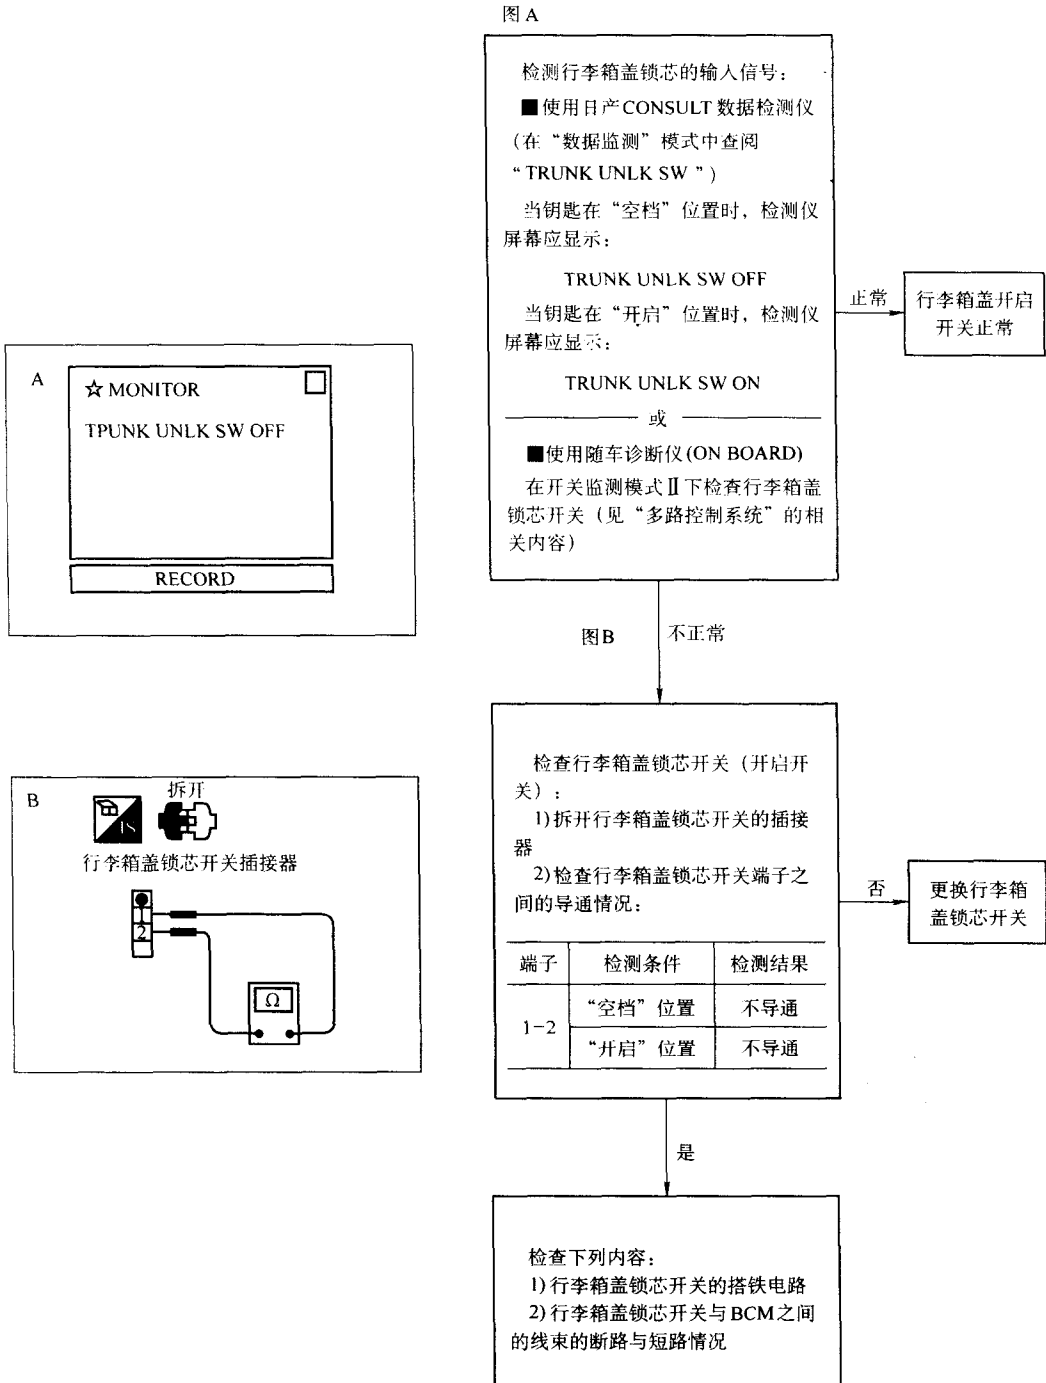

图 3-40 诊断步骤 5
(9) 诊断步骤 5 (行李箱开启信号的检查), 如图 3-40 所示。